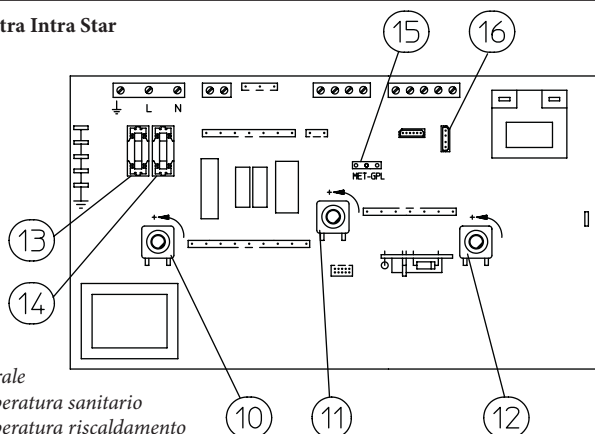

Fig. 3-4
- spostare il ponte 15 (Fig. 3-4) nella posizione corretta per il tipo di gas in uso (Metano o G.P.L.), l'operazione va effettuata dopo aver tolto tensione all'apparecchio;